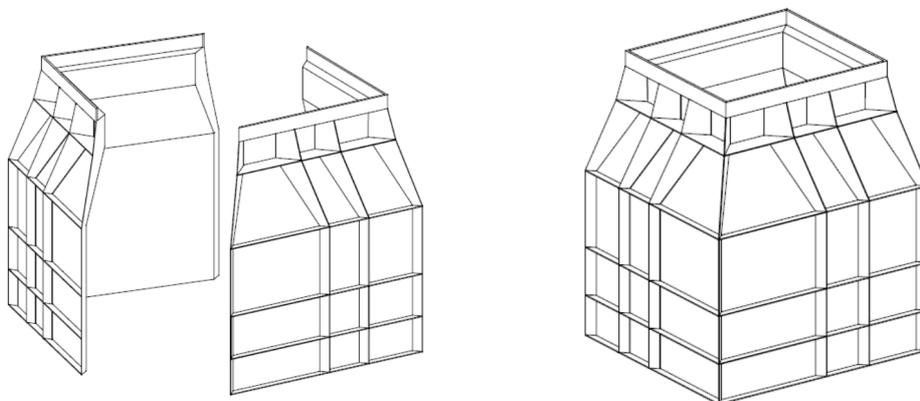

Figura 6
- Una vez desembalado, se enfrentan por sus dos caras, haciéndola coincidir en toda su longitud por sus bordes (figura 6).